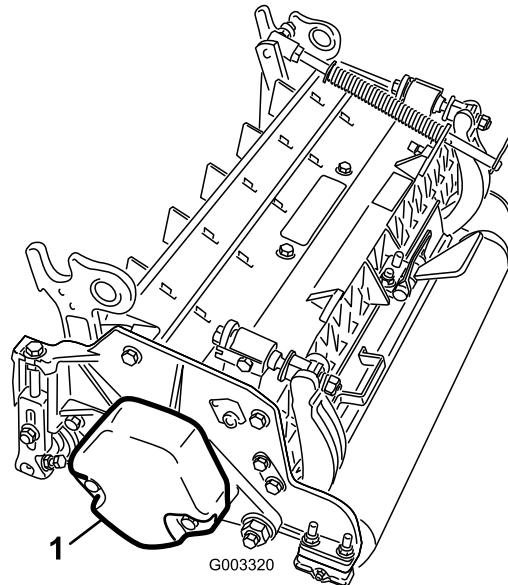

図 16
1. 2番、4番、6番カッティングユニットでは、カウンタ・ウェイトをカッティングユニットの左側に固定しているキャップスクリュ(2本)を取る。カウンタ・ウェイトを取り外す (図 16)。